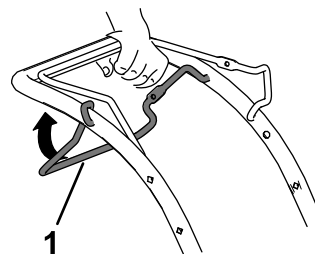

Figura 12
- Pentru a cupla propulsia automată, trageți bara pentru propulsia automată către mâner și înclinați-o în sus (Figura 12).